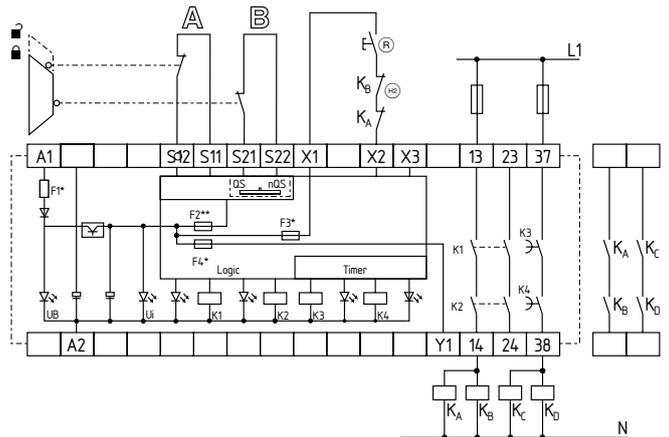

Fig. 8:
**Control mediante dos canales, mostrado a través del ejemplo de la monitorización de un resguardo de seguridad con dos contactos A y B, por lo menos uno de ellos como contacto de apertura forzada con pulsador de rearme externo (R) (véase fig. 8).**